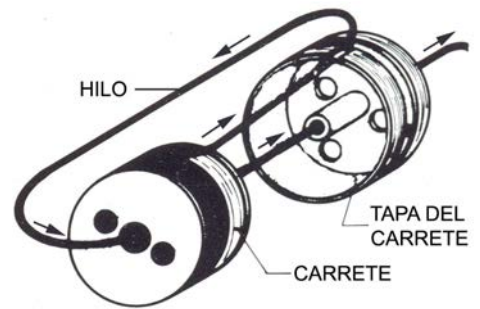

Figura 6
- ✓ Agarre la punta del hilo que sale del carrete e introdúzcala en el agujero lateral de la tapa del carrete de dentro para fuera (figura 6);